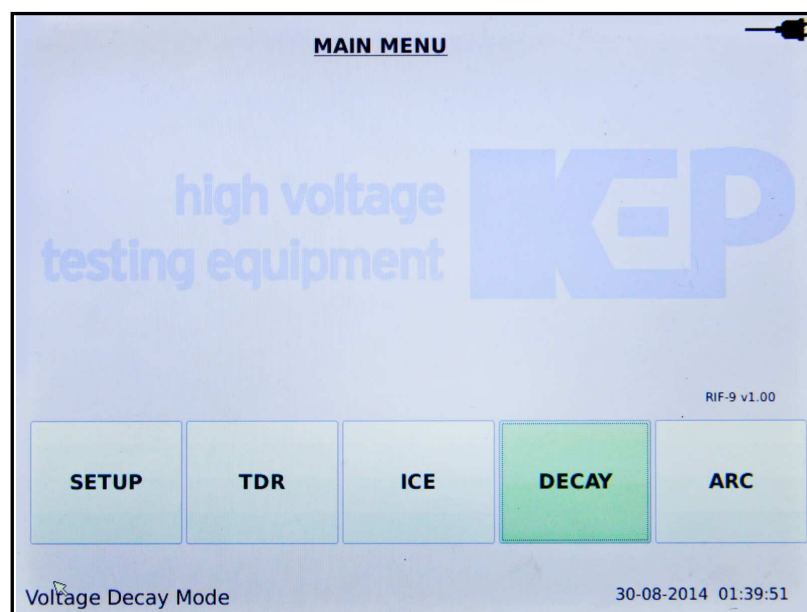

Рисунок 31 – Окно режима «DECAY»
2.4.1.3 Для входа в режим «DECAY» нажмите кнопку «DECAY» в «Main Menu» (см. рисунок 31).